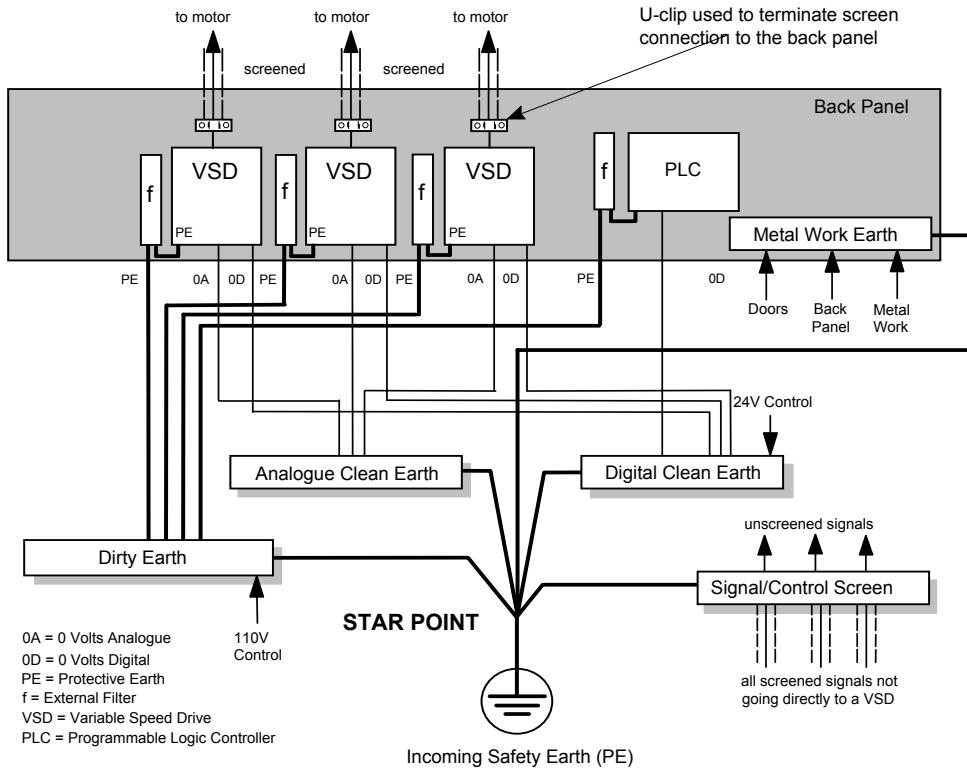

Figure 10-2 Star Point Earthing
- 要求按照图 10-2 中给出的单个星形接地点接地
- 电机的保护地连接 (PE) 必须在电机和变速变频器 (VSD) 之间的屏蔽电缆的内部走线，而且必须连接到接线盒中的保护地端子或者接到VSD上。